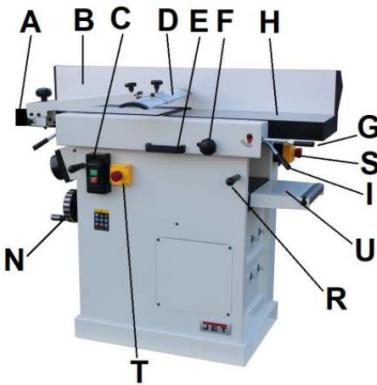

Fig. 1
N....Manivelle de réglage de la table de rabotage (Fig. 1)
S....Interrupteur d'arrêt d'urgence (Fig. 1)
Les tables de dégauchissage sont précisément alignées en usine. Elles ne peuvent être chargées que lorsqu'elles sont fermées et que les verrous de la table sont verrouillés (I, Fig. 1), elles risquent sinon d'être endommagées.